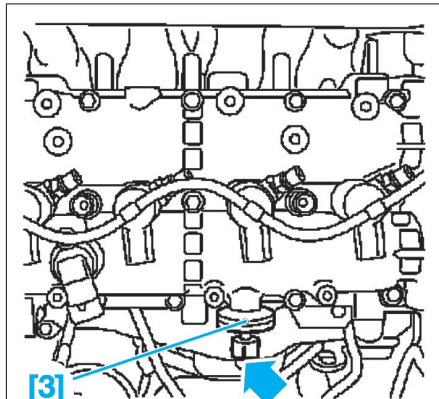

FIG. 7
- Mettre en place l'outil [3] en prenant garde à sa position de montage (Fig.7).